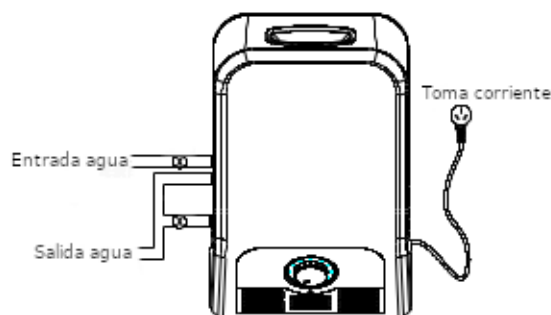

Fig 5
Conecte la tubería de agua a la entrada de agua (debe instalar la válvula de entrada de agua) como se muestra en la Fig. 5, conecte la tubería de drenaje a la salida de rebosamiento, la salida de descarga de agua necesita instalar la válvula de drenaje, la salida de rebose no necesita la válvula de drenaje)
③
② Connect the water-pipe to water inlet on product(need to install water inlet valve)as shown in Fig 5,connect the Drain-pipe to overflow outlet and water discharge outlet(water discharge outlet need to install drainage valve, overflow outlet no need to install drainage valve)